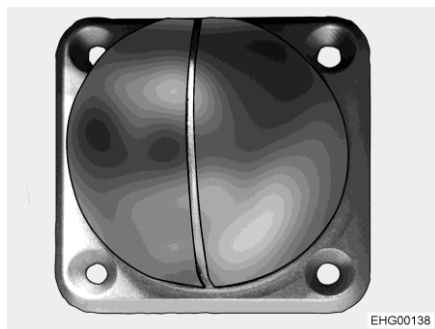

Fig. 108 Station d'accueil (active et passive)
- Station d'accueil active (Fig. 108) avec fonction de charge dans la pendere
- Station d'accueil passive (Fig. 108) sous un meuble haut
La lampe mobile est rétractée (Fig. 106) et est raccordée à une station d'accueil passive (Fig. 108).
- Charge :** ■ Rétracter la lampe (Fig. 106), puis l'insérer dans la station d'accueil active (Fig. 108) dans la penderie.